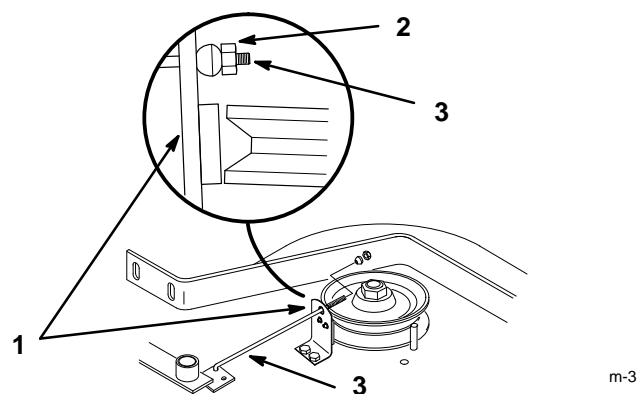

Figure 37
2. Desserrer l'écrou du ressort de frein pour que le patin frotte contre la poulie, puis resserrer l'écrou jusqu'à ce que le patin ne touche plus la poulie (Fig. 37).
3. Mettre le levier d'embrayage des lames (PDF) en position débrayée. Les tiges de frein doivent être détendues (Fig. 37).